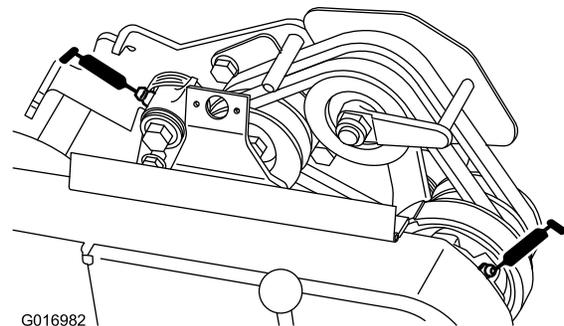

Figura 20
- 2 en los puntos de pivote de la polea tensora de la correa (Figura 20).